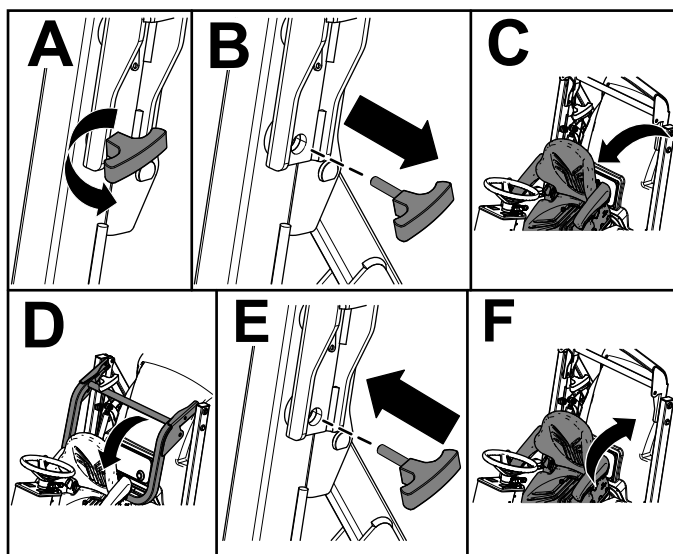

Рисунок 15
4. Наклоните сиденье вперед (Рисунок 15).
5. Извлеките пальцы с ручкой из защитной дуги (Рисунок 15).
6. Опустите защитную дугу и зафиксируйте ее на месте пальцами с ручкой (Рисунок 15).
7. Наклоните сиденье назад в фиксированное положение (Рисунок 15).